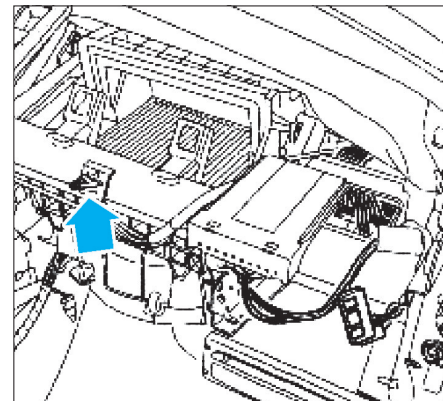

FIG. 3
- Remplacer l'agrafe de fixation de l'airbag frontal passager (Fig.3).